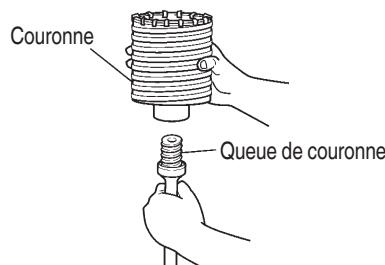

Fig. 17
(1) Monter la couronne sur la queue de couronne. (Fig. 17)